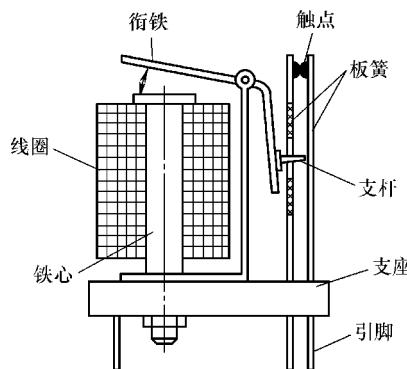

图 11-11 继电器结构
- 继电器的功用 如图 11-11 所示,继电器一般由铁心、线圈、衔铁、触点等组成,其功用是通过线圈的电流控制经过触点的用电器的工作电流。